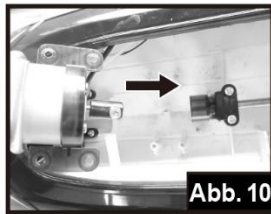

Abb. 10
10. Legen Sie das Motorsitzmodul ein. (Abb.10)